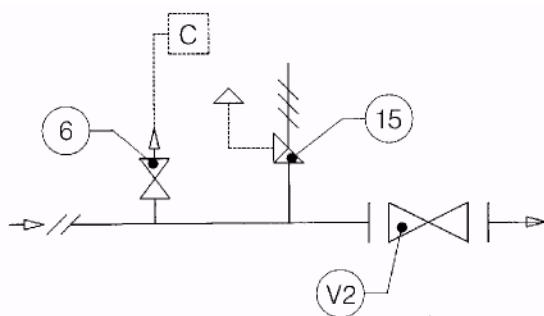

Рис.5
3.1.1 УСТАНОВКА НЕПОСРЕДСТВЕННО НА ЛИНИИ (РИС. 5)